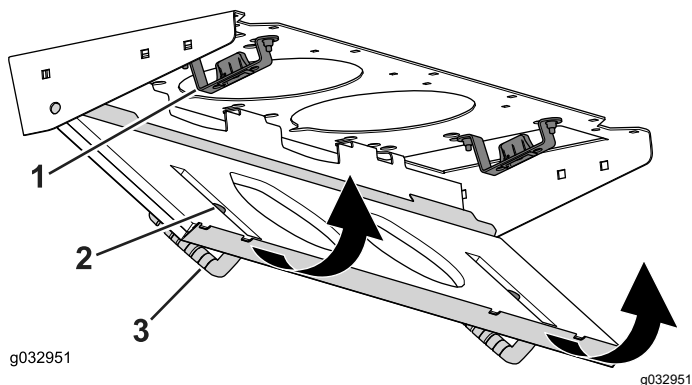

Figure 150
4. Faites pivoter le filtre sur les languettes jusqu'à ce que le pêne s'enclenche dans la gâche (Figure 150).